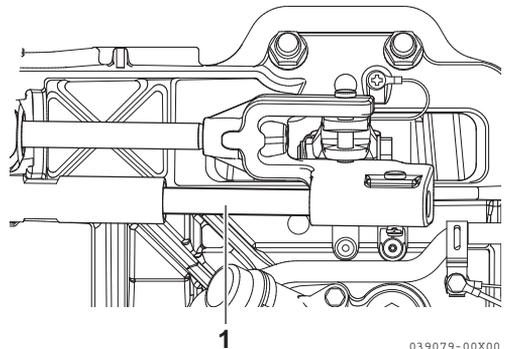

Figura 6
2. Ruotare lo sterzo fino ad estendere completamente il cavo (1, **Figura 6**). Lubrificare leggermente la parte visibile del cavo.